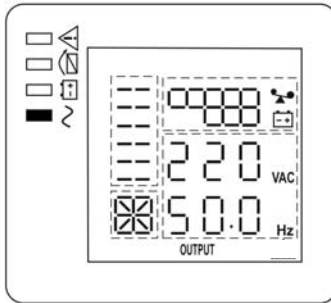

Рисунок 12 — состояние ЖК-дисплея и индикаторов в режиме «ОСНОВНОЙ» (АКБ и нагрузки подключены)
«ОСНОВНОЙ» и продолжит заряд АКБ. Индикатор «БАЙПАС» погаснет, а индикатор «ИНВЕРТОР» включится (см. рисунок 12).
- Включите нагрузки. Если нагрузок много, необходимо включать их последовательно, одну за другой, на ЖК—дисплее отобразится уровень нагрузки (см. рисунок 12).
Вновь подать сетевое напряжение. Изделие должно автоматически перейти в режим «ОСНОВНОЙ» (см. рисунок 12), либо в режим «ЭКО», если параметр ESO включён (см. Приложение 2, описание настройки параметров изделия).